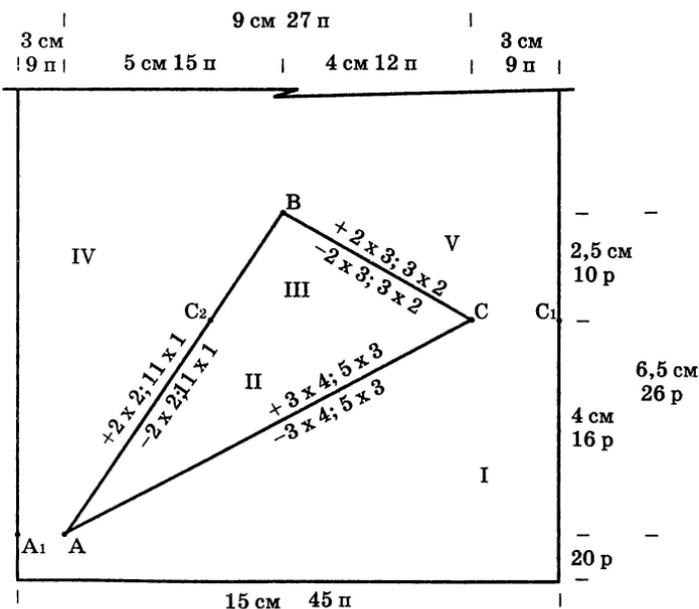

Рис. 61. Отделочный разносторонний треугольник, образованный тремя наклонными линиями
**Пример расчета и выполнения разностороннего треугольника, образованного тремя наклонными линиями** (рис. 61). Для упрощения расчетов начертите треуголь-